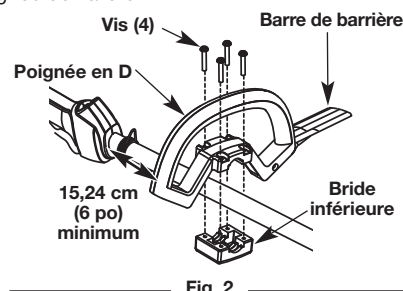

Fig. 2
2. Placez la poignée en "D" sur le logement de l'arbre et sur la bride inférieure (Fig. 2). Placez-la à un minimum de 15,24 cm (6 pouces) de l'extrémité de la poignée de l'arbre.
1. Desserrez le boulon sur la poignée juste assez pour la déplacer (Fig. 2).
3. Serrez le boulon jusqu'à ce que la poignée en D soit bien fixé. (Fig. 2)